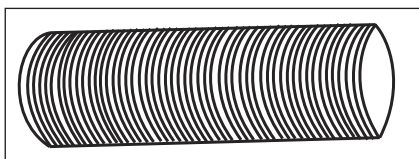

Fig. 3
1. Ta slangen ut av emballasjen. (Fig. 3).